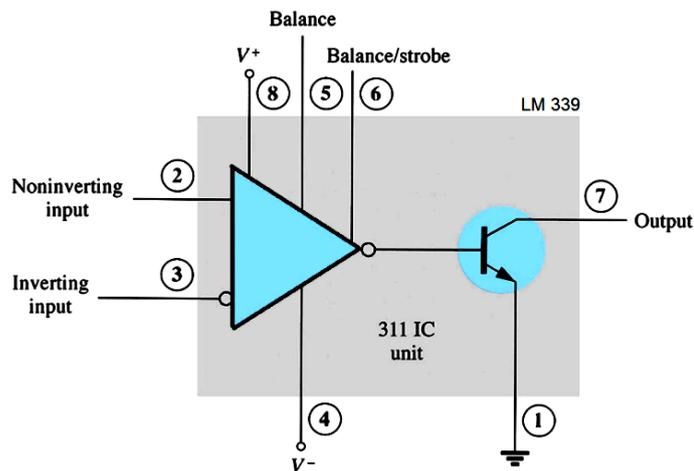

Figura 11.
- Explicar o termo *open collector*, que se utiliza para se identificar o estágio de saída de alguns CIs comparadores, como o da Figura 11.